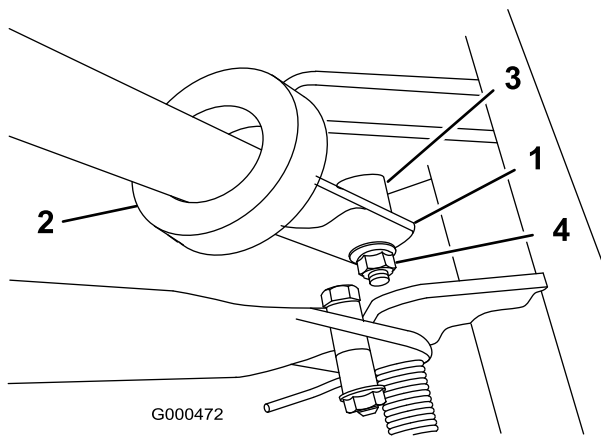

Bild 5
2. Schieben Sie die Griffenden durch die Schlitze in den Griffstützarmen (Bild 5).
- Drücken Sie die Griffenden nach innen und bauen Sie sie an der Stufe des Schwenkstifts ein (Bild 5).
- Befestigen Sie den Griff mit der Sicherungsbundmutter und dem Schwenkstift an der Schraube (Bild 5).